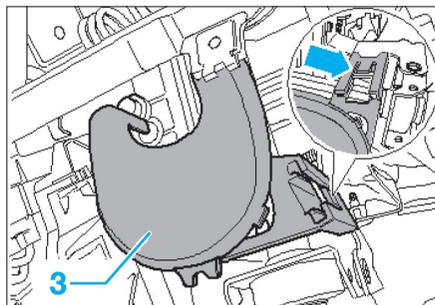

Fig. 5
- Déposer le canal de câble (3) situé sous la colonne de direction. Pour cela, soulever légèrement les ergots (représentés par une flèche) des deux côtés et déposer le canal de câble du guide situé sur la colonne de direction (Fig.5).